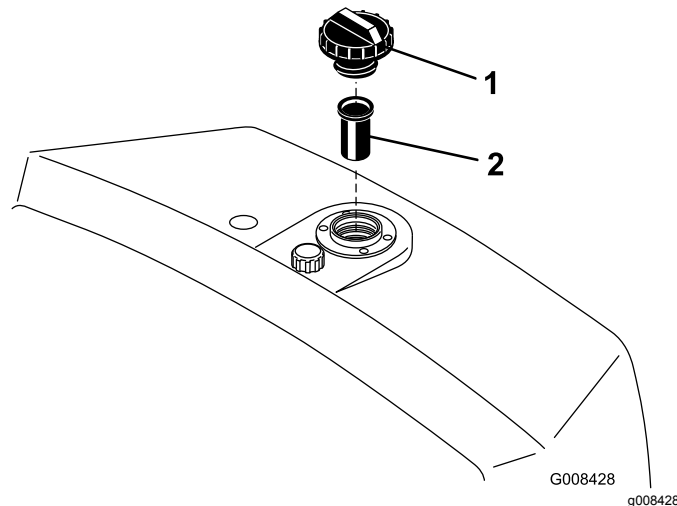

Figura 47
2. Retire a tampa do reservatório e verifique o nível do fluido. O fluido deve chegar à parte inferior do filtro no tubo de enchimento (Figura 47).